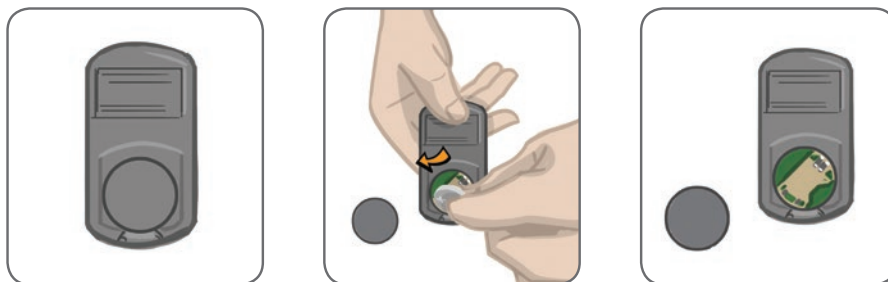

Ilustración 8-2: Cómo sustituir la batería de la unidad de control
1. Use la muesca de la parte trasera de la unidad de control para levantar la tapa de la batería. Si tiene dificultades para retirar la tapa, puede usar una moneda para abrirla. Consulte la ilustración 8-2.
2. Para retirar la batería gastada, empújela hacia las pestañas de metal (como indica la flecha de la ilustración 8-2) y levante la batería con cuidado. No deben usarse herramientas de metal como destornilladores.